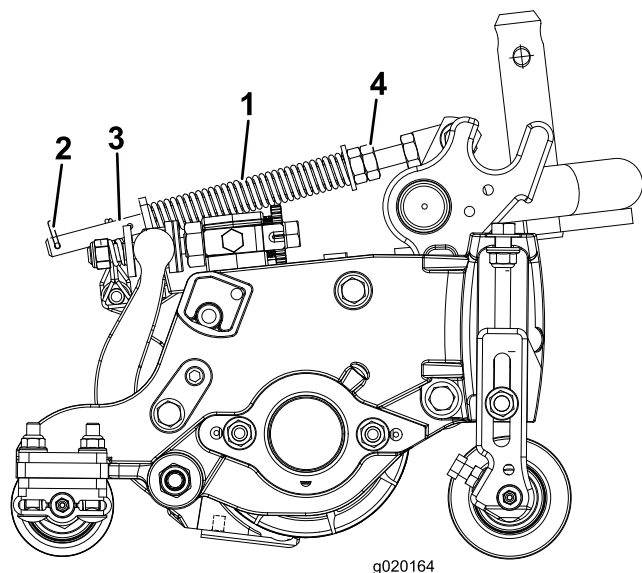

图14
1. 确保发卡销安装在弹簧杆的后孔内（图14）。
2. 拧紧弹簧杆前端的六角螺母，直至压缩后的弹簧长度为 12.7cm（图14）。